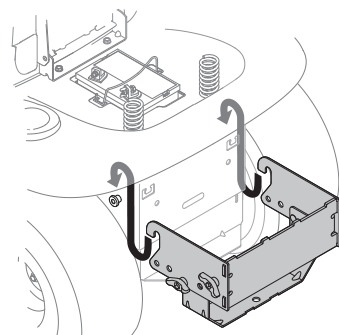

Figure 7
1. Placez les crochets de l'ensemble de montage sur les boulons à épaulement qui se trouvent à l'arrière du châssis du tracteur. Alignez le trou d'attelage du tracteur avec le trou central du support d'attelage. Consultez la Figure 7.